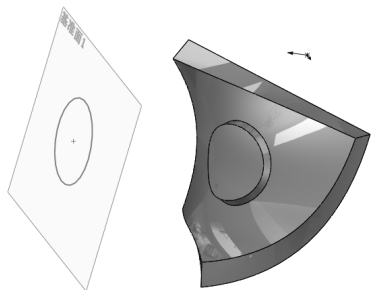

图 4-86 “样条曲线”方式下可在任意面包覆
- “样条曲线”按钮：在该按钮按下时，可以在任意面上执行“包覆”特征操作，如图 4-86 所示。